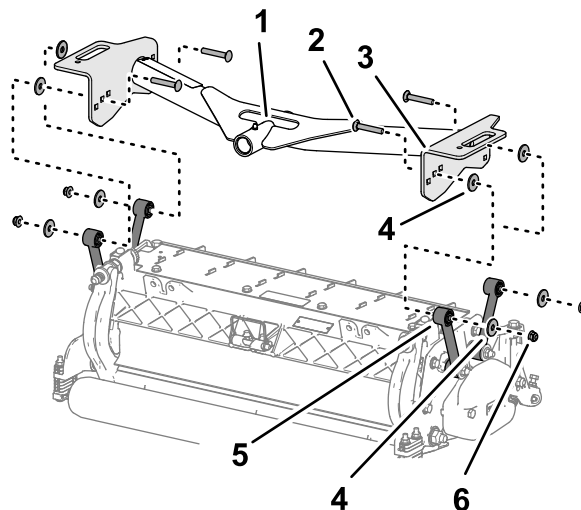

Рисунок 17
- Совместите отверстия в пластинах передней несущей рамы с отверстиями в монтажных пластинах режущего блока (Рисунок 17).
- Установите шайбу между несущей пластиной и тягой (**Рисунок 17**) и соедините пластины и проставку, не затягивая, с помощью каретного болта ($\frac{3}{8}$ x $2\frac{1}{4}$ дюйма), шайбы и фланцевой контргайки ($\frac{3}{8}$ дюйма).